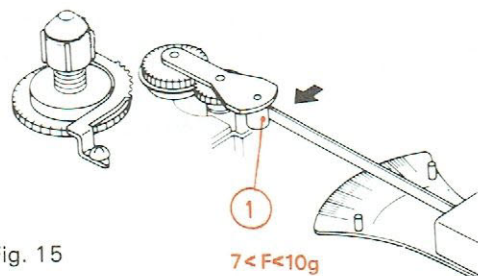

Fig. 15
F. CONTROLE DE LA FORCE D'APPUY DE L'ENSEMBLE « ARRÊT AUTOMATIQUE ET INVERSE » (Fig. 15)
- 3° - Appliquer le palpeur d'un dynamomètre sur le contre-poids (1). La force d'appui doit être comprise entre : **7 g < F < 10 g**